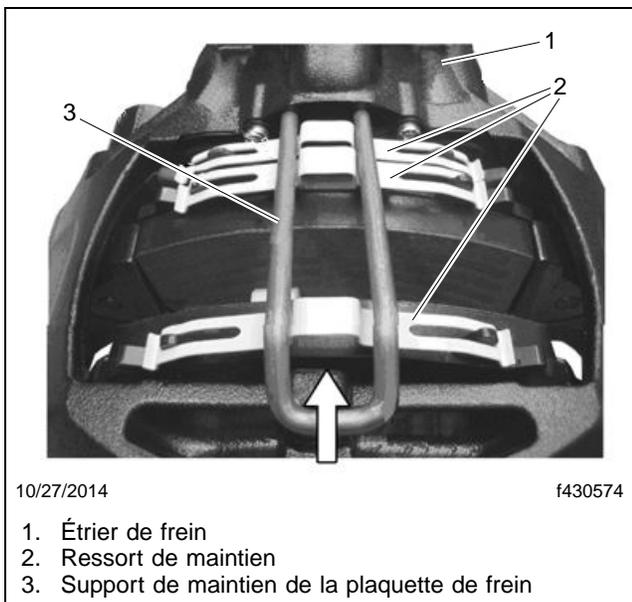
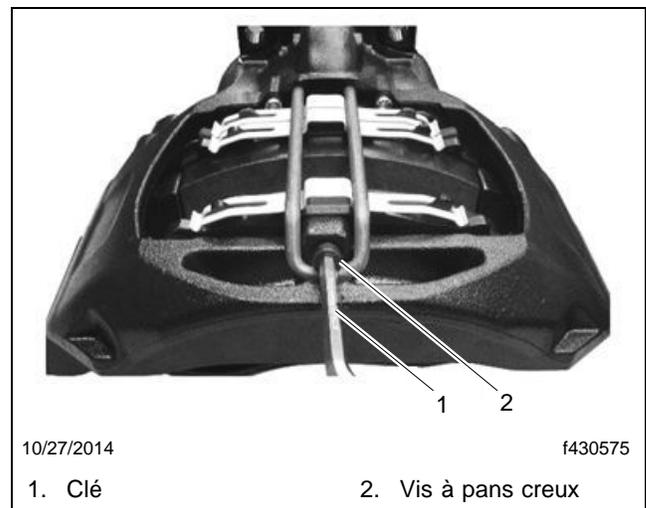

Fig. 12, Installation des ressorts de maintien et du support
Fig. 13, Serrage du support de maintien
39. Installez un nouveau support de maintien de la plaquette de frein en appuyant sur l'étrier de frein, de façon à pouvoir installer le boulon. Reportez-vous à la **figure 12** et la **figure 13**. Serrez à un couple entre 30 et 45N·m (22 et 33lbf·pi).